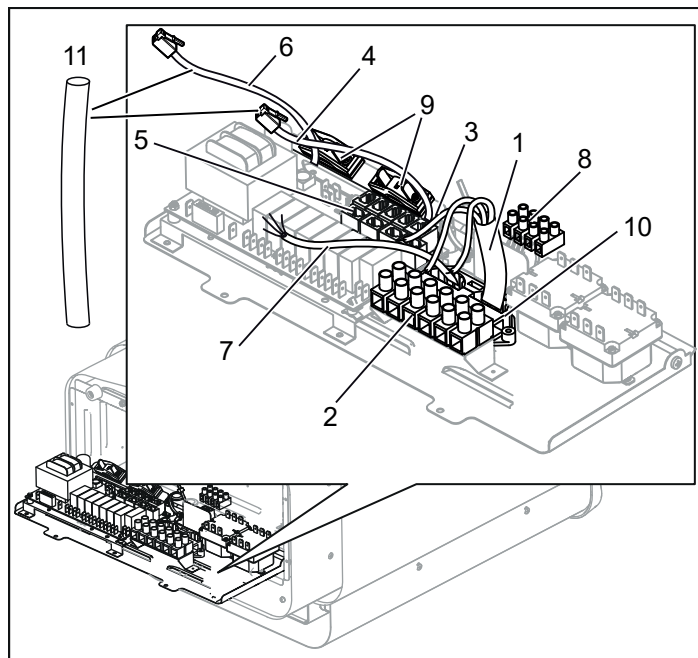
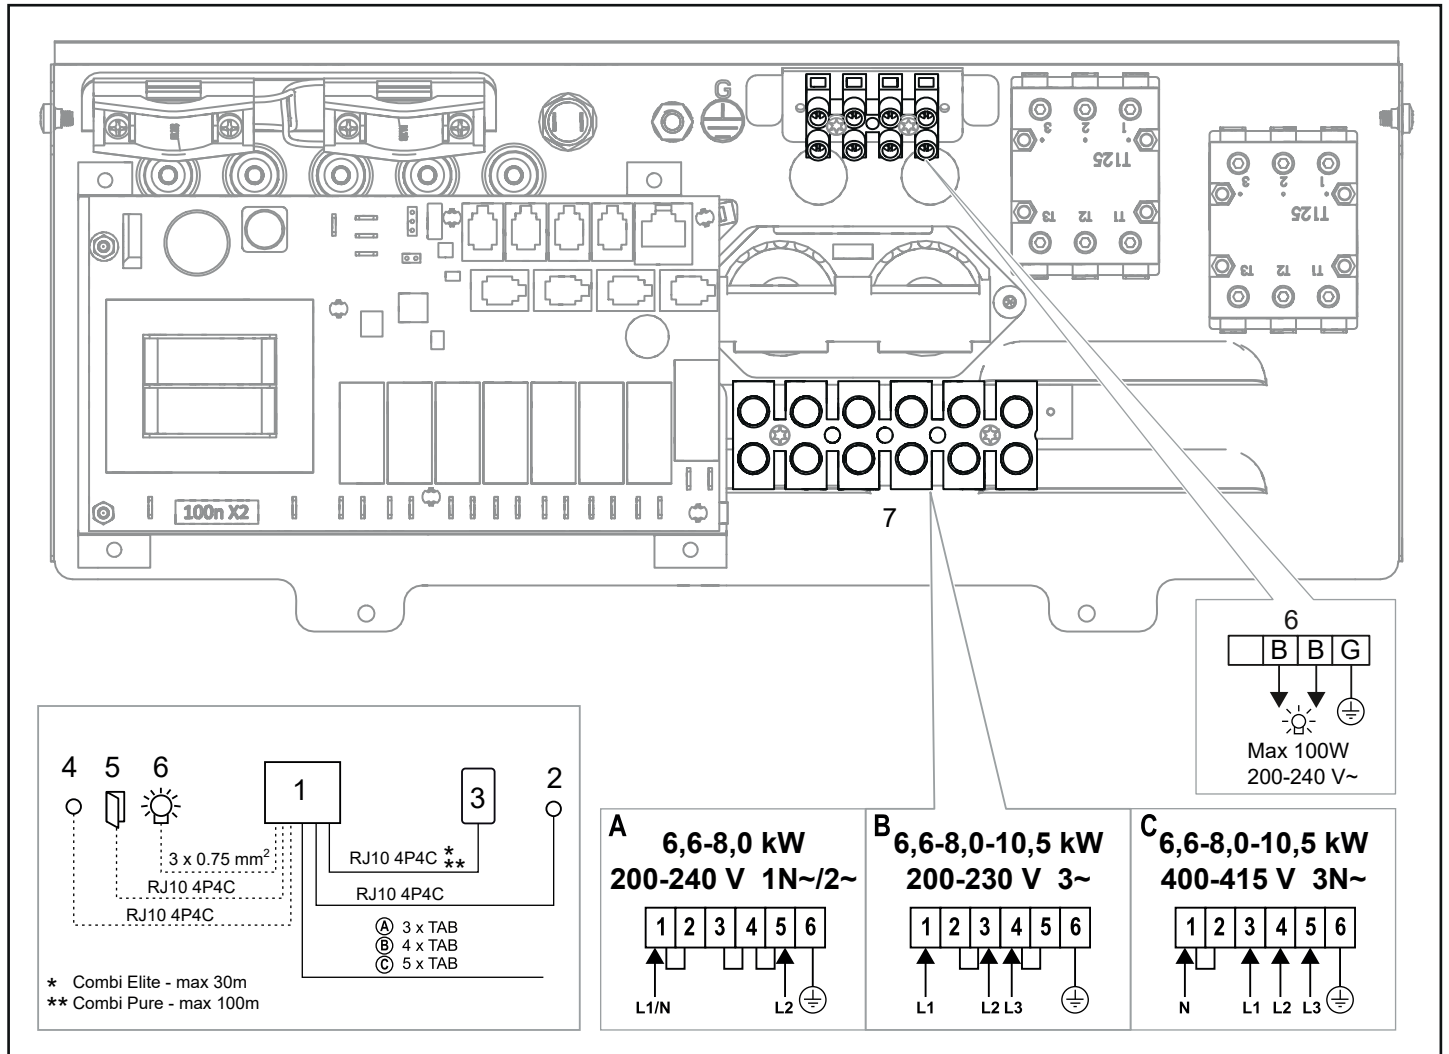
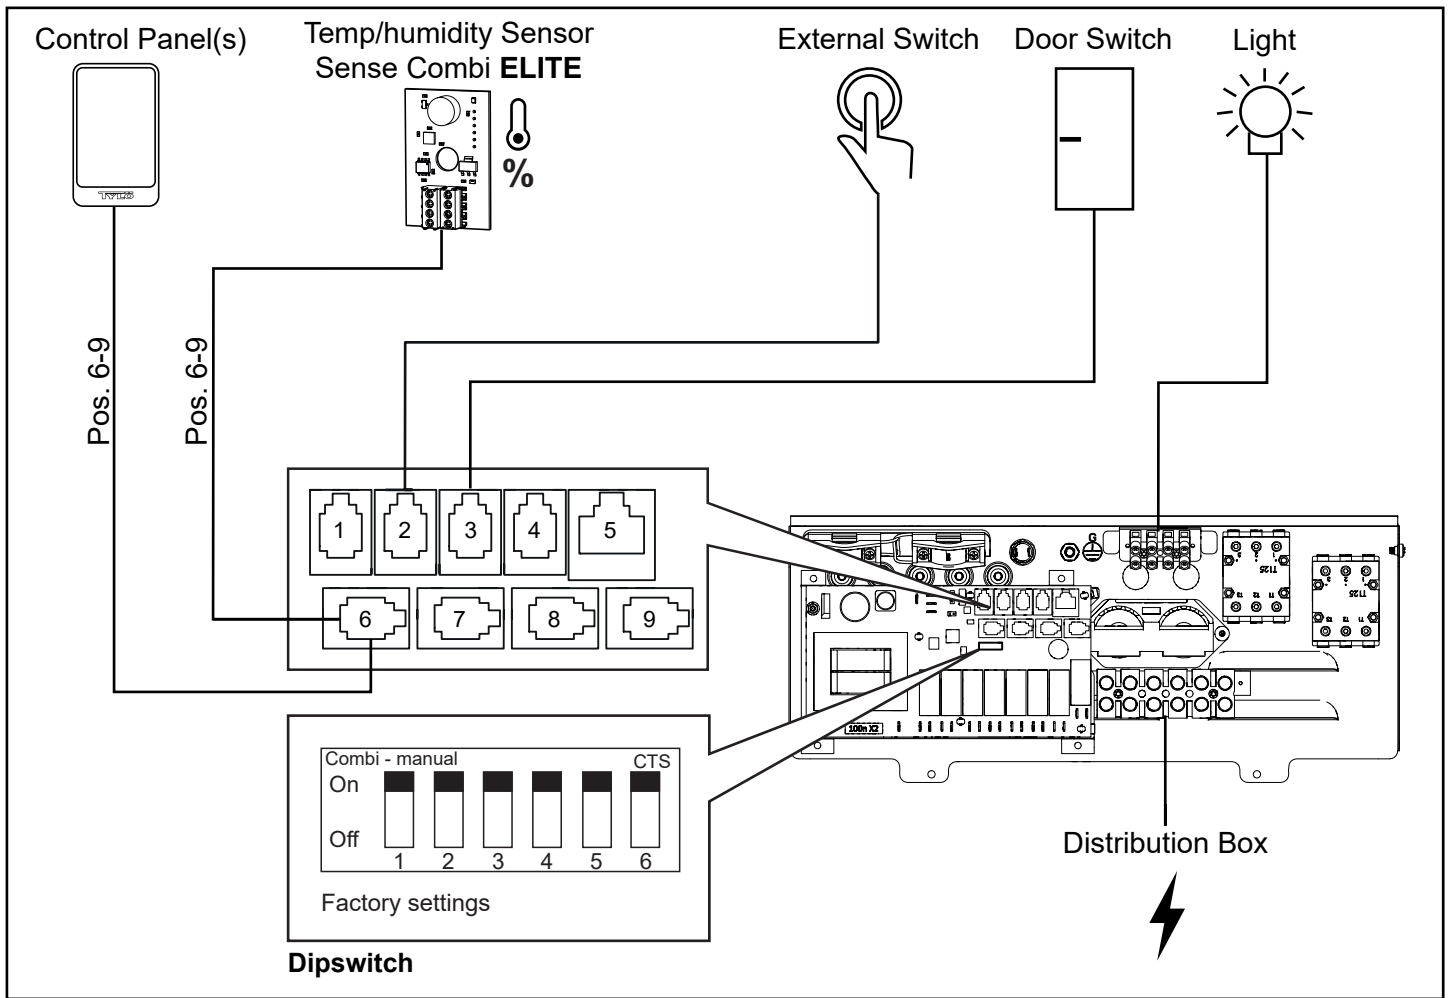

Abbildung 10: Leiterplatte
Abbildung 17: Schaltplan
Abb. 19. Schaltplan Sense Combi Elite
- Verbinden Sie das Elektrokabel (siehe Abbildung 10), wie im Schaltplan gezeigt (siehe Abbildung 17).
- Führen Sie die Kabel für das Bedienpanel und den Temperaturfühler durch die Kabeltüllen (siehe Abbildung 10). Verbinden Sie das Kabel des Bedienpanels mit einem der vier RS485-Kontakte (Positionen 6-9) (siehe Abbildung 19, 20).
**Combi Elite:** Verbinden Sie das Kabel des Feuchtigkeits- und Temperaturfühlers mit einem der vier RS485-Kontakte (Positionen 6-9) (siehe Abbildung 19).
- Verbinden Sie das Lichtkabel (sofern relevant), (siehe Abbildung 10), wie im Schaltplan in Abbildung 17 gezeigt.
Wenden Sie sich an den Tylö Kundendienst, bevor Sie Spannungen oder Phasennummern anschließen, die nicht im Schaltplan in Abbildung 17 abgebildet sind.